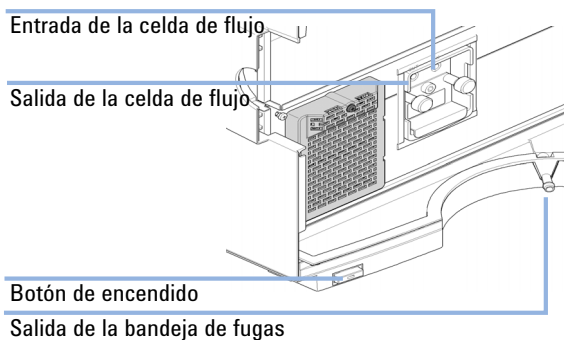

Figura 5 Conexiones del módulo del detector de longitud de onda variable
- 9 Conecte el tubo de residuos con la conexión instalada (pieza del kit de accesorios) a la salida de la celda de flujo y el otro extremo a un contenedor de residuos adecuado para disolventes (consulte la Figura 5 en la página 42).
- 10 Conecte el tubo de residuos ondulado (pieza del kit de accesorios) al adaptador de salida de la bandeja de fugas correspondiente al detector de longitud de onda variable y guíelo hasta un contenedor de residuos apropiado (consulte la Figura 5 en la página 42).
- 13 Compruebe que el botón de encendido que se encuentra en la parte delantera del módulo (consulte la Figura 5 en la página 42) permanezca apagado. Ahora, conecte el cable de alimentación al sistema LC Agilent 1220 Infinity y a la red de alimentación.